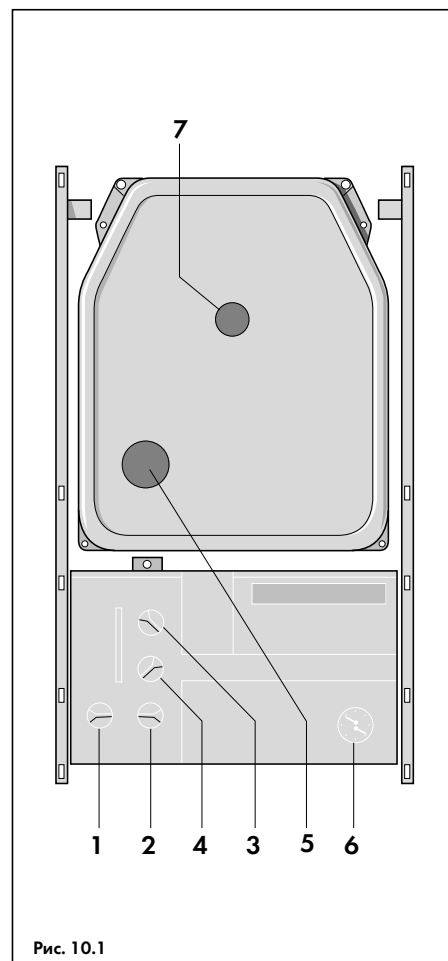

Рис. 10.1
- Установить регулятор температуры отопления (3, рис. 10.1) на желаемое значение. Рекомендуются следующие установки:
Указание: Первые часы эксплуатации аппарата рекомендуется устанавливать регулятор температуры отопления (3, рис. 10.1) на значение не выше "6".
- Регулятор температуры горячей воды* (4, рис. 10.1) установить на желаемое значение. При обычных условиях этот регулятор должен устанавливаться на "6".
Регулятор температуры горячей воды (4, рис. 10.1) установить на "9". Полностью открыть краны горячей воды;
Включить режим "Отопление и горячая вода" . Установить регулятор температуры подающей линии (3, рис. 10.1) на "9".
Работу горелки можно наблюдать через смотровое окошко (5, рис. 10.1).
Указание: Аппарат имеет измерительный патрубок для анализа качества сжигания топлива (7, рис. 10.1). К нему можно подсоединить соответствующий измерительный прибор.
ВНИМАНИЕ: Ни в коем случае не допускайте эксплуатации аппарата без лицевого теплового экрана. При необходимости визуального контроля пламени используйте окошко (5, рис. 10.1) в передней крышке турбо-камеры.
Указание: Выполнение цикла можно отменить, главным выключателем (1, рис. 10.1) или переключателем режимов работы (2, рис. 10.1), повернув его в положение "Снятие сбоя".